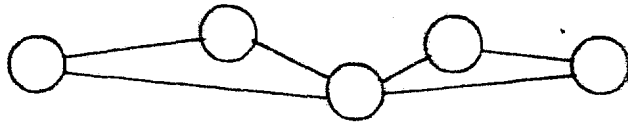

Fig. 2 Gráfica o red dirigida
- . Una gráfica o red dirigida es una red en la cual el flujo a través de un arco solo puede ser en una dirección (Fig. 2-V)